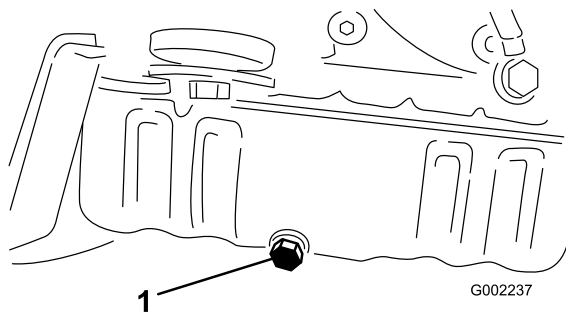

Figura 39
5. Retire el tapón de vaciado (Figura 39).